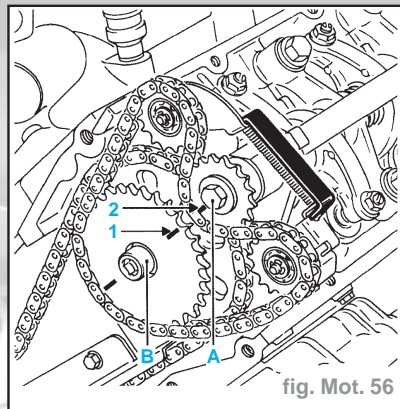

fig. Mot. 56
- Monter le pignon (A) avec sa chaîne puis le pignon (B) et aligner les repères (1) et (2) face à face (fig. Mot. 56).